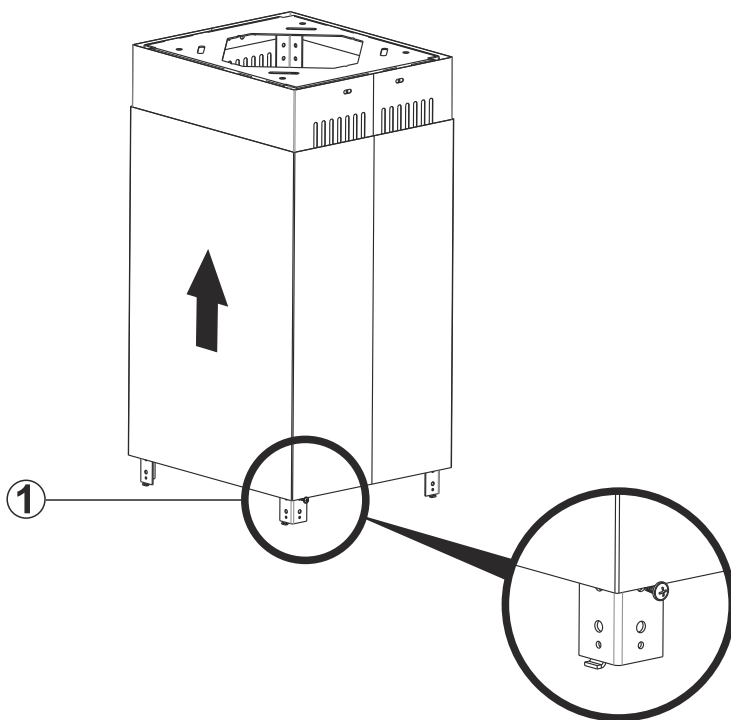

Fig. 9
1. ➤ Skub den indvendige & udvendige skorsten nede fra op over stængerne. (Fig. 9).
2. ➤ For at fastgøre den indvendige & udvendige skorsten midlertidig, skal du skrue 1 stk 3,5 x 9,5 skrue (1) ind i et af stængerne, derefter hægtes den indvendige & udvendige skorsten på skruen. (Fig. 9).